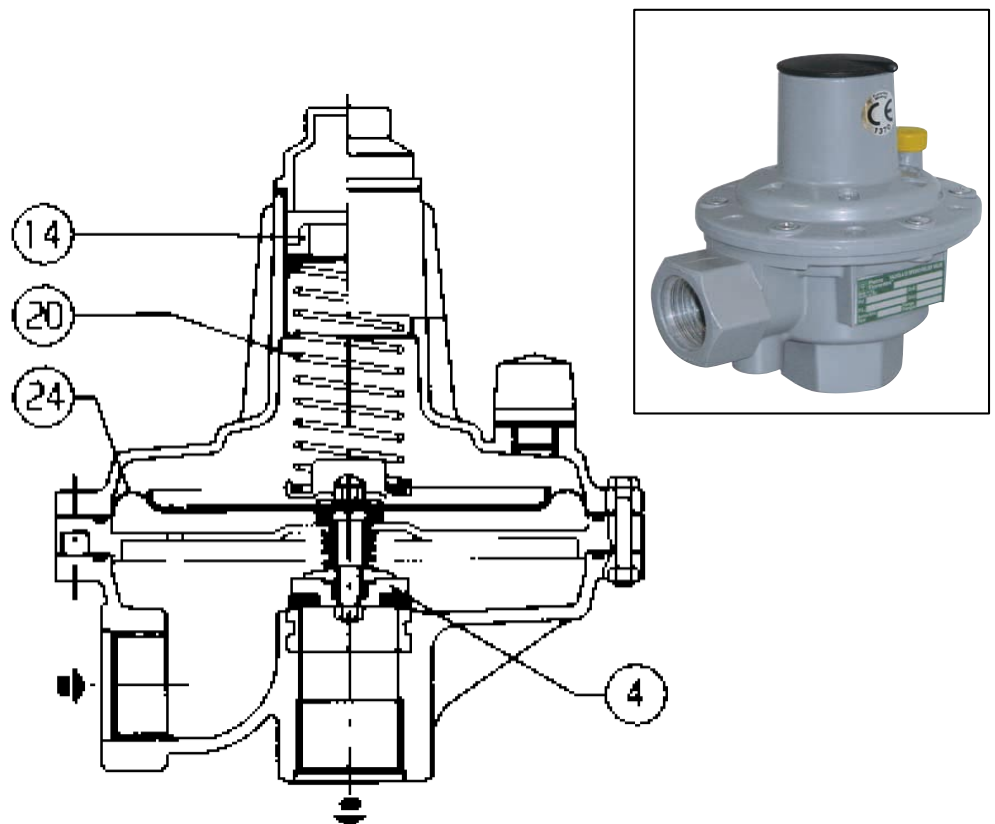

Рис. 1
1.2 КЛАПАН СЕРИИ VS/AM 55 (РИС. 1)